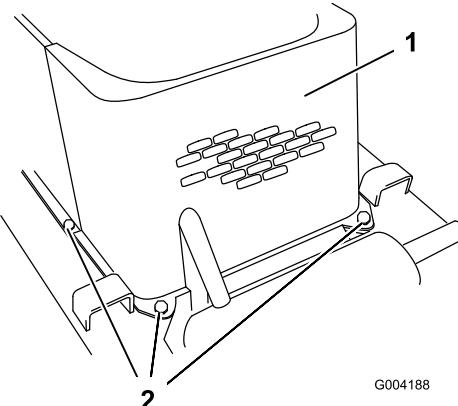

Figure 30
5. Enlevez les 4 boulons qui fixent le panneau avant au cadre de la machine (Figure 30).